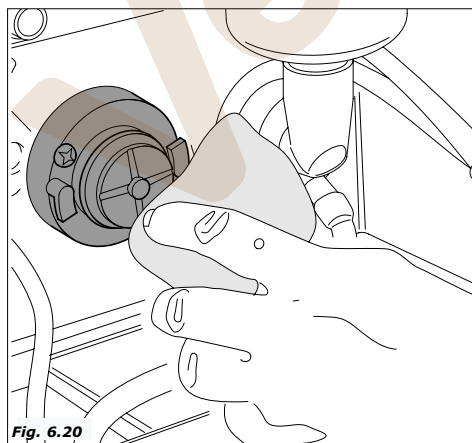

Fig. 6.20
- con un trapo humedecido, (en la solución), limpiar la base de las batidoras (Fig.6.20)